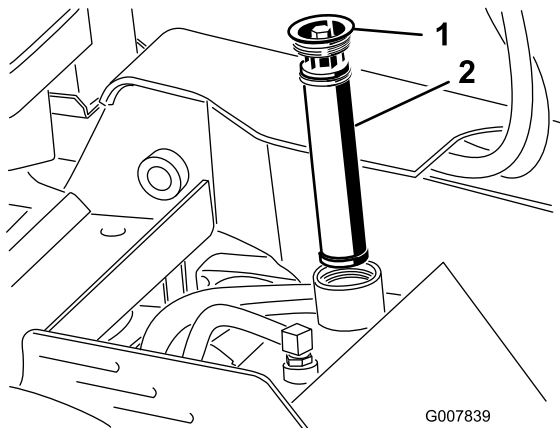

Figure 61
4. Déposez l'ancien filtre et mettez-le au rebut (Figure 61).
5. Mettez en place le filtre hydraulique de rechange et le bouchon de remplissage (Figure 61), et serrez le boulon sur le dessus à un couple de 13 à 15,5 N·m.
5. Enlevez le bouchon de remplissage du réservoir de liquide hydraulique ainsi que le filtre (Figure 61).
10. Mettez en place le filtre hydraulique et le bouchon de remplissage (Figure 61), et serrez le boulon sur le dessus à un couple de 13 à 15,5 N·m.